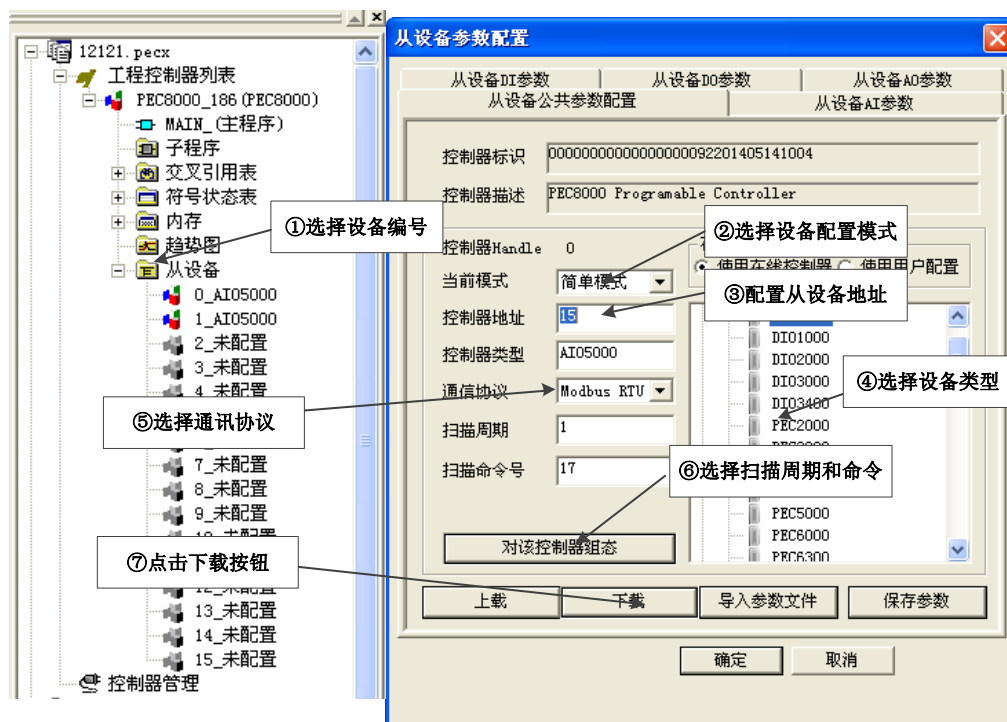

图 5.3.13 配置界面及参数
(1) 首先确定用户要配置的从设备在主控制器中的编号，双击将要配置的从设备，软件会弹出从设备参数配置界面，如图 5.3.13 所示。